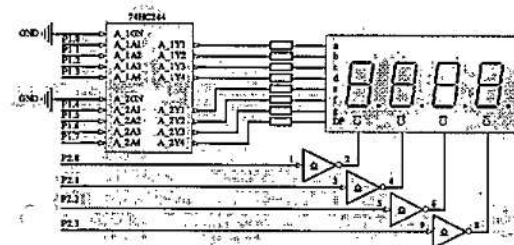

图 2 4 位动态扫描电路
2. 51 单片机的管脚 P3.4 (T0) 假设加一脉冲信号, 周期为 1 秒, 利用单片机定时器/计数器 0 的计数功能, 工作于方式 2, 实现一个秒和分的显示电路, 利用图 2 中的 4 位数码管动态扫描电路, 左边两位显示分, 右边两位显示秒。(共 12 分)